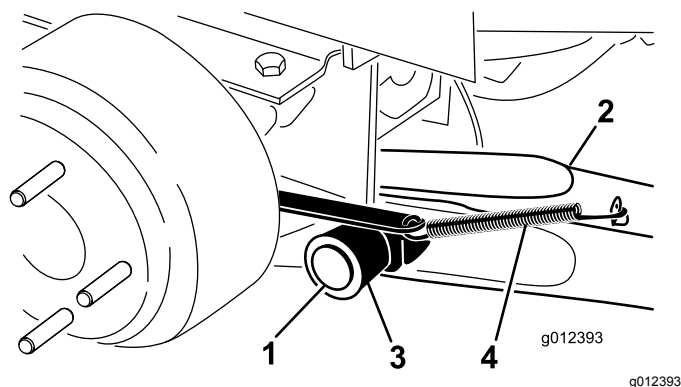

Bild 4
Schwenkhalterung (Bild 4). Montieren Sie den Hubarm so, dass die Biegung nach außen zeigt.
7. Haken Sie die Bremsrücklauffeder in die Nase am Hubarm ein (Bild 4).